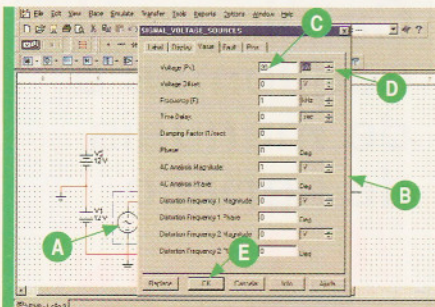

Figura 8 - Programação
Uma vez que você a tenha selecionado e colocado na área de trabalho, ligue-a ao capacitor  $C_1$  e ao terra. Depois, clicando sobre ela com o botão direito, conforme mostra a **figura 8** (A), abra a caixa de diálogo que permite fazer sua programação.
Outras fontes de sinais também podem ser empregadas com a finalidade de simular ou testar um circuito. Podemos citar na mesma caixa que usamos na **figura 8**, a fonte de sinais de *clock*, que gera sinais retangulares em frequências e amplitudes que podem ser ajustadas.